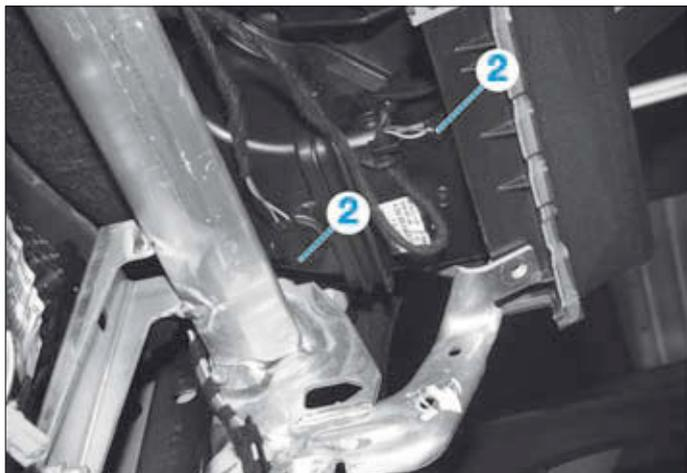

FIG. 15
- débrancher les connecteurs (2) sur le tuyau et l'aérateur latéral et les mettre de côté (Fig.15).